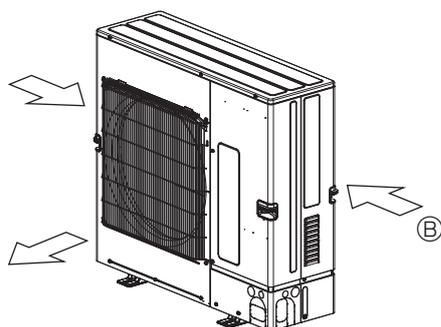

Fig. 2-6
- ③ Placer l'appareil de sorte que la sortie d'air souffle dans la direction perpendiculaire à celle des vents saisonniers, si celle-ci est connue. (Fig. 2-6)